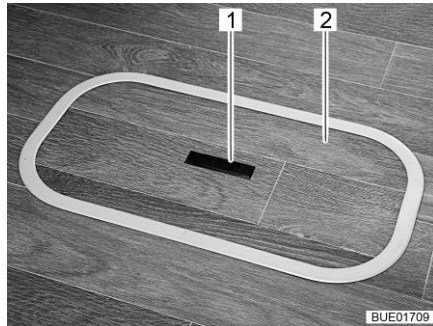
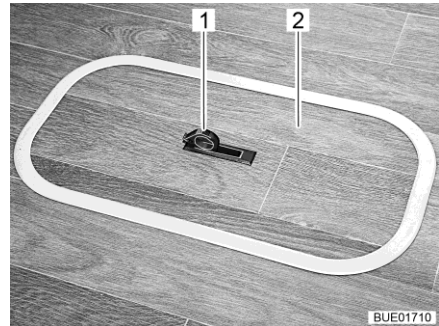

Fig. 54 Couvercle compartiment dans le plancher (poignée encastrée)
Fig. 55 Couvercle compartiment dans le plancher (poignée pivotée vers l'extérieur)
- Pousser la plaque de la poignée (Fig. 54,1) vers le bas d'un côté. La poignée (Fig. 55,1) pivote vers le haut.
- Tirer le couvercle (Fig. 54,2 et Fig. 55,2) vers le haut pour le retirer.